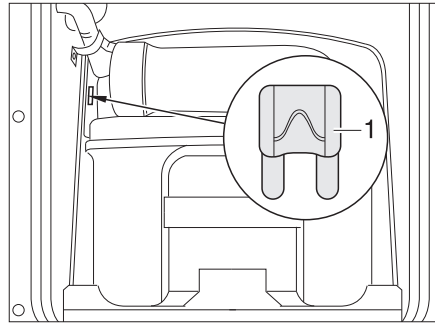
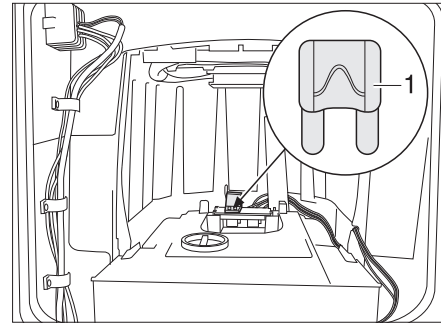

Fig. 182 Fusible del inodoro Thetford
Fig. 183 Fusible del inodoro Thetford (alternativa)
- Cambiar el fusible (Fig. 182,1 ó Fig. 183,1).